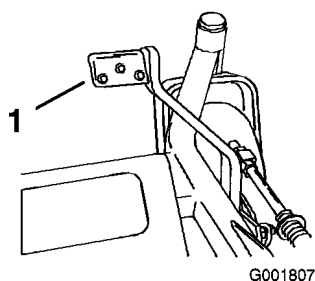

Figura 25
2. Presione la palanca de elevación asistida mientras tira hacia arriba de la palanca de ajuste de la altura de corte (Figura 25).